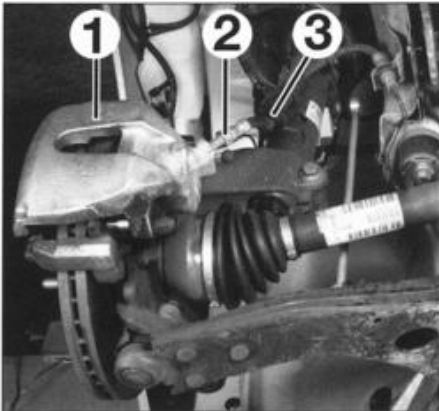

FIG. 11
- Separar el tubo (2) de freno del elemento de suspensión en (3) (fig. 11).
- Desconectar el tubo (2) de freno de la pinza (1).